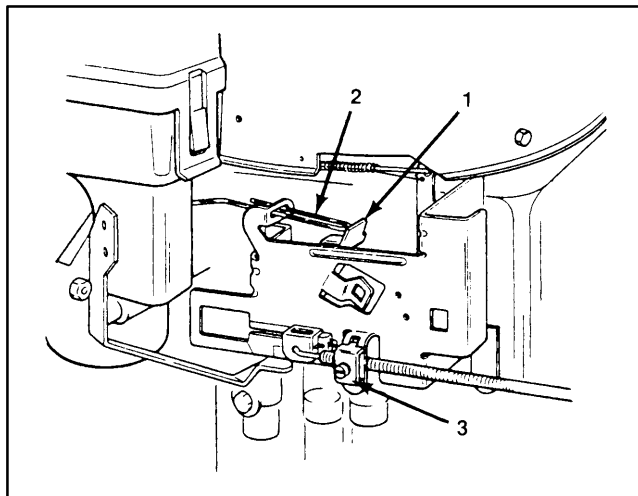

Figure 18
2. Le levier des gaz devrait à peine toucher la tringle du starter (Fig. 18); un réglage est nécessaire s'ils ne sont pas dans cette position.
- B. Desserrer la vis de la bague de serrage du câble de la commande des gaz (Fig. 18) et déplacer la gaine du câble de commande et le fil jusqu'à ce que la manette de la commande des gaz touche la tringlerie du starter.